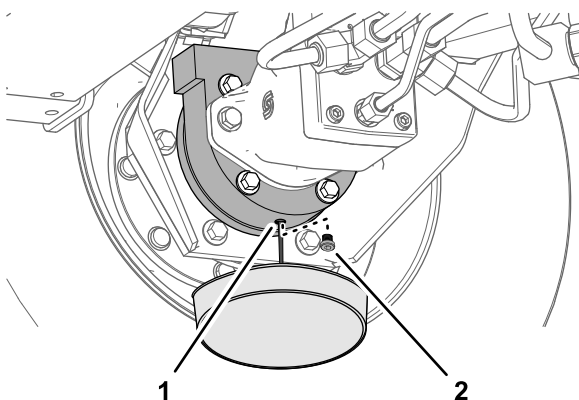

Figura 140
- Amplasai o tavă de golire sub carcasa frânei, îndepărtați buonul de golire și lăsați uleiul să se scurgă complet (Figura 140).